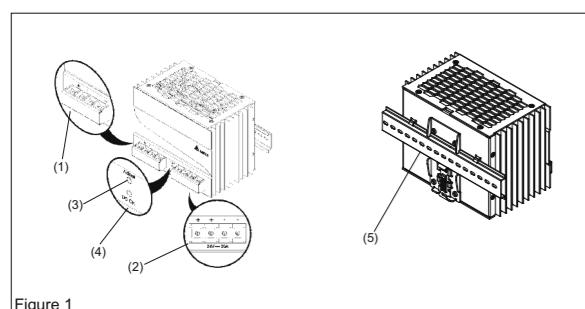
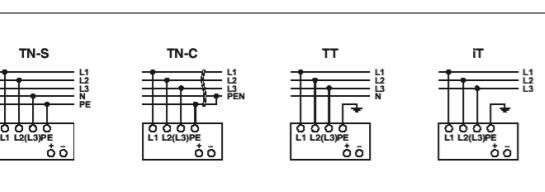

Figure 1
Figure 5
2. Gerätebeschreibung (Abb. 1)
5.1. Anschluss der Eingangsklemmen (Abb. 1, Abb. 5)
Vерwenden Sie die Eingangsklemmen L1, L2, L3 und PE (Schutzleiter), um den 3phasigen 400-500VAC-Anschluss herzustellen. Abb. 5 zeigt den Anschluss an die unterschiedlichen Netztypen. Im Fall eines Phasenaustauschs ist ein uneingeschränkter Betrieb des Gerätes bei Nennleistung noch möglich. Das Gerät verfügt über eine interne Sicherung. Es wird empfohlen für die 3 Phasen eine Vorsicherung mit 6A, 10A oder 16A Leistungsschutzschaltern zu verwenden.
5.2. Anschluss der Ausgangsklemmen (Abb. 1 (2))
Verwenden Sie die Schraubklemmen „+“ und „-“, um den 24VDC-Anschluss herzustellen. Am Ausgang stehen 24VDC zur Verfügung. Die Ausgangsspannung kann am Potentiometer zwischen 22 und 28VDC eingestellt werden. Die grüne LED „DC OK“ zeigt die korrekte Funktion des Ausgangs an (Abb. 1 (4)). Das Gerät verfügt über einen Kurzschluss-, Überlast- und Überspannungsschutz, der auf 35VDC begrenzt ist.